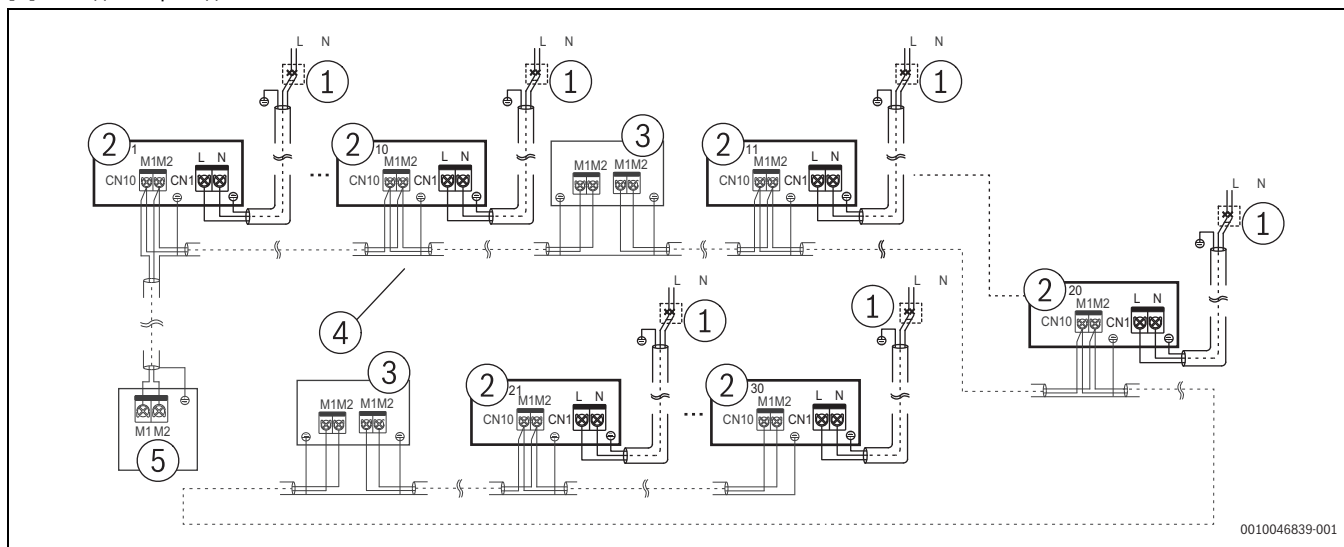

Рис. 43
- ▶ Выберите связь с использованием технологии Super Link, которая имеет функцию отключения клапана при пропадании питания. В таких случаях питание на внутренние блоки можно подавать независимо от других устройств, как показано на рис. 43.